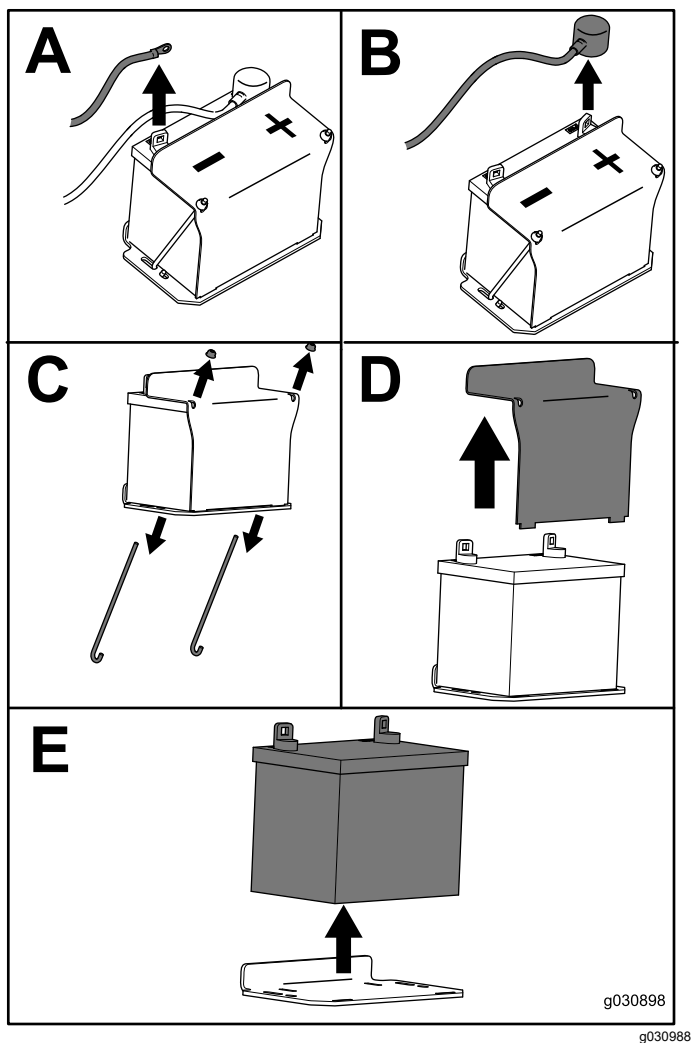

Figura 53
3. Retire la batería según se muestra en la Figura 53.